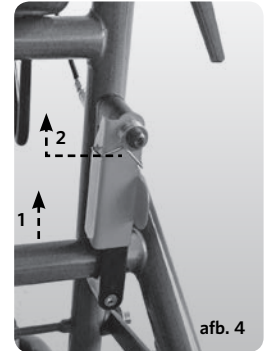

afb. 2
5. De schroef voor de grendelhefboom wordt van binnen naar buiten door de opening aan de klembevestigingen gestoken. De grendelhefboom wordt vervolgens op de schroefdraad gedraaid. De hoogte van de handgrepen dient passend voor de gebruiker ingesteld te worden en kan aangepast worden door de stuurstangen in te schuiven en uit te trekken. Wanneer de gebruiker rechtop staat, dienen de handgrepen ter hoogte van de polsen ingesteld te worden. Let erop dat de handgrepen altijd parallel met de looprichting afgesteld zijn (afb. 2). Trek de grendelhefbomen in de richting van de wijzers van een klok vast. Let daarbij op dat de gleuf aan de kop van de schroef in de sleuf aan de klembevestiging grijpt (afb.1).